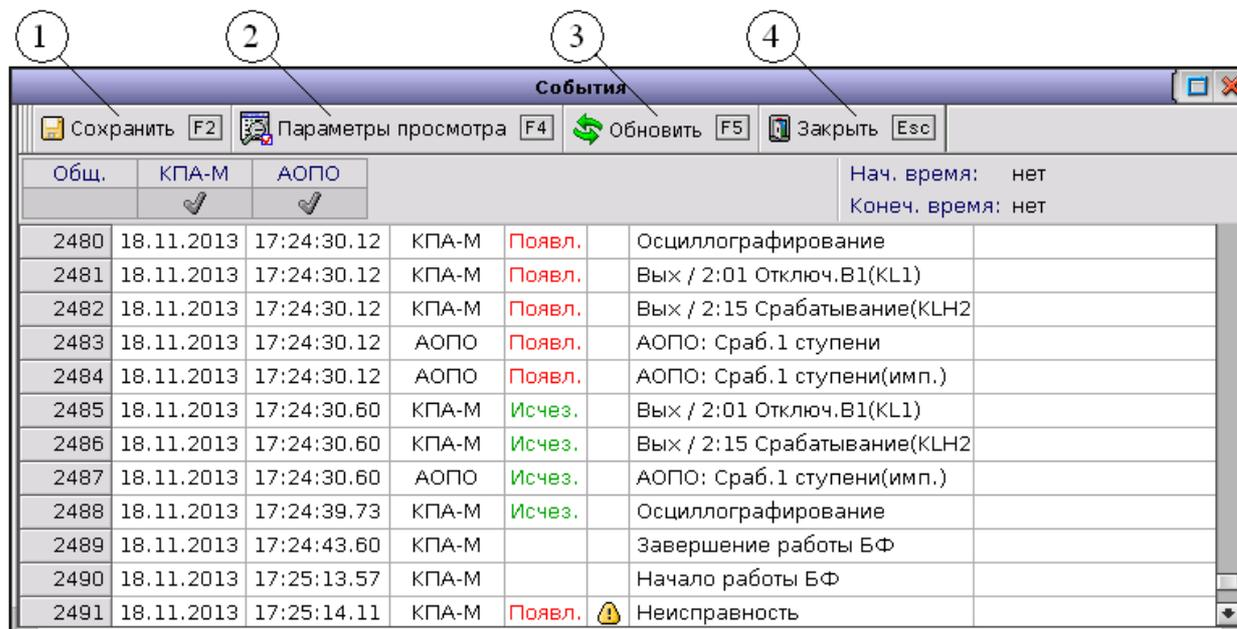
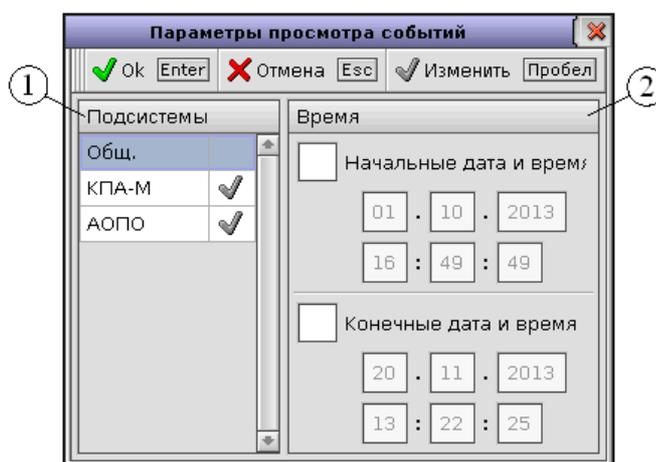

Рис. 3.10. Основное окно журнала событий (общий вид)
Рис. 3.11. Окно параметров просмотра событий (общий вид)
Окно журнала событий (рис. 3.10) содержит информацию о дате, времени и характере изменения состояния входных, внутренних и выходных дискретных сигналов всех подсистем автоматик, реализованных в программном обеспечении БФ.
При нажатии на клавишу [F2] или левой клавишей мыши на кнопку 1 (рис.3.10) происходит сохранение информации журнала событий. Файл, содержащий сохранённые данные, будет помещён в директорию */Archive/Events* в файловой системе терминала (порядок доступа к файловой системе КПА-М описан далее, см. приложение, п.6.1). Сохранены будут только те события, которые в данный момент доступны через основное окно (рис.3.10). Изменяя параметры просмотра (вход в соответствующий режим осуществляется нажатием клавиши [F4] или кнопки 2), можно определить объём данных, подлежащих сохранению.
При нажатии на клавишу [F5] или левой клавишей мыши на кнопку 3 (рис.3.10) происходит обновление информации, отображенной в окне, с учетом изменений в системе, произошедших во время просмотра журнала событий.
При нажатии на клавишу [Escape] или на кнопку 4 (рис.3.10) происходит закрытие окна просмотра событий.
Окно настройки параметров просмотра событий (рис. 3.11) открывается нажатием на клавишу [F4] или на кнопку 2 (рис.3.10) и предназначено для выбора перечня подсистем, события которых необходимо просмотреть (1), а также для задания промежутка времени, за который пользователь желает просмотреть произошедшие изменения (2).